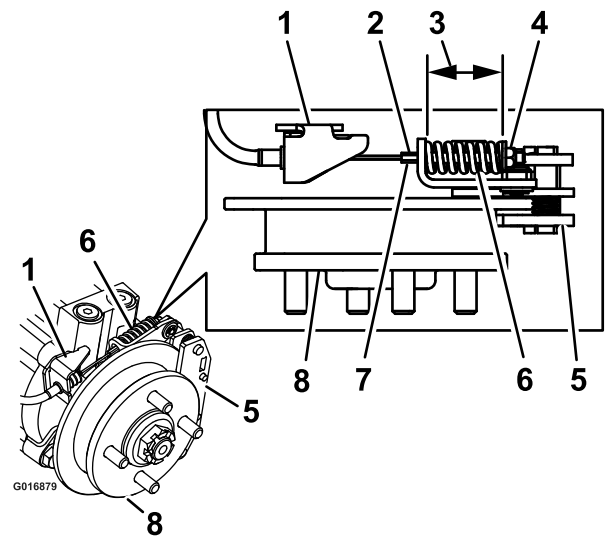

Figure 79
9. Maintenez l'extrémité de la tige filetée avec un outil et ajustez le contre-écrou jusqu'à ce que la longueur du ressort se situe entre 3,8 et 4 cm (1-1/2 et 1-9/16 po); voir Figure 79.